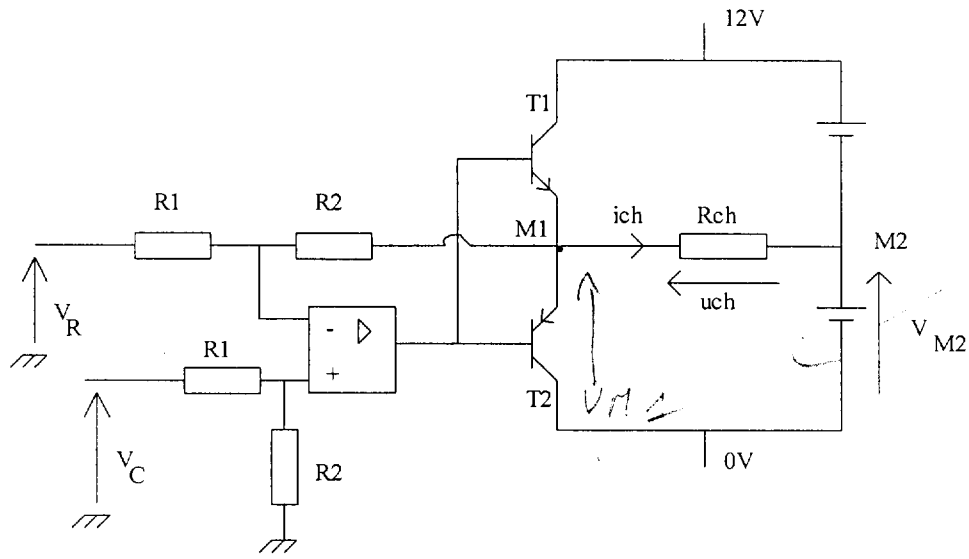

figure 12
B.1 Étude de L'amplification (FS 11 et FS 12). Le schéma est donné en annexe 2 figure 12.